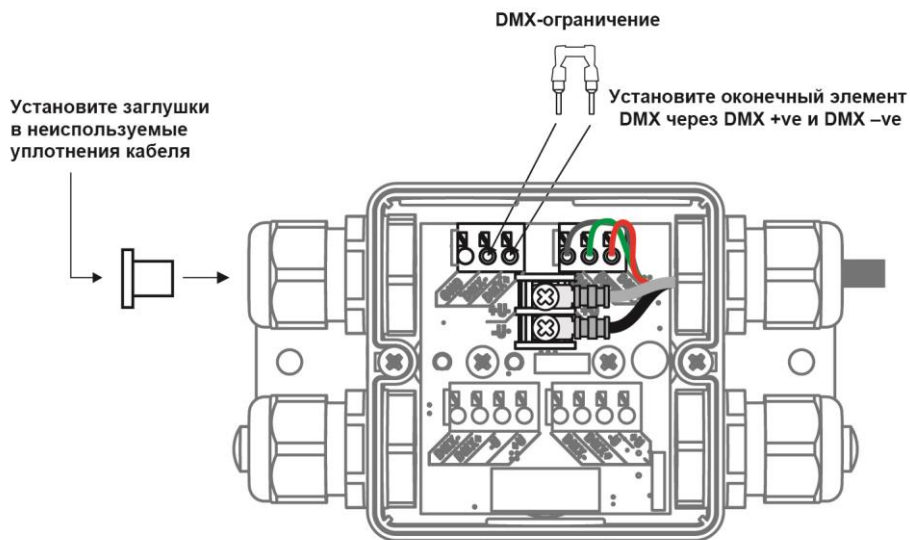

Рис. 23. Ограничение комбинированного канала в сплиттере.
6. Если комбинированный канал не прокладывается от одного сплиттера к другому, см. Рис. 23:
- Установите поставляемый оконечный элемент DMX в неиспользуемые клеммы DMX-канала передачи данных, как показано на Рис. 23 — таким образом, чтобы клеммы **DMX+** и **DMX-** соединялись перемычкой.
- Установите поставляемый оконечный элемент DMX в неиспользуемые клеммы DMX-канала передачи данных, как показано на Рис. 23 — таким образом, чтобы клеммы **DMX+** и **DMX+** соединились перемычкой.